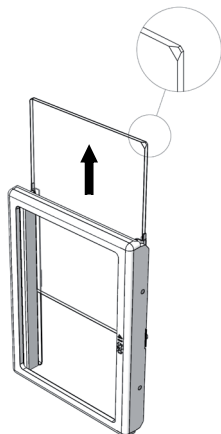

Fig. 47
- On peut ensuite retirer la vitre centrale par le haut (Fig. 47).